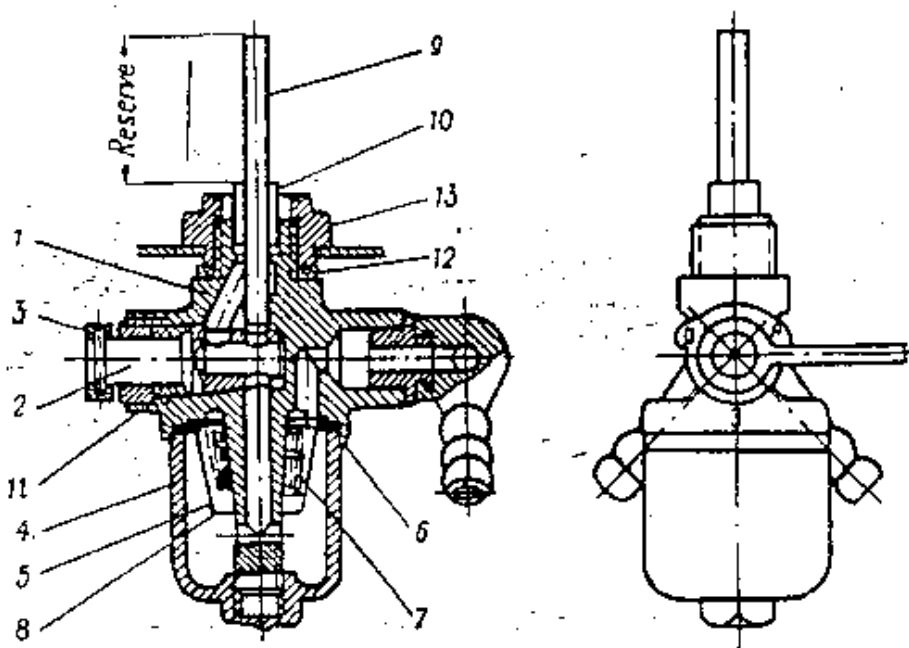

Bild 4
2. Den Benzinhahn öffnen, den Hebel nach rechts auf den Buchstaben O — offen — drehen (Bild 4). Die Buchstaben auf der Abbildung bedeuten: S — Hahn geschlossen, O — Hahn offen, R — Hahn auf Reserveverbrauch.